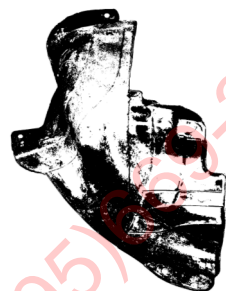

Рис. 1
- С правой стороны бампера снимите пластиковую защиту (см. рис. 1) и вырежьте его по рисунку 2.